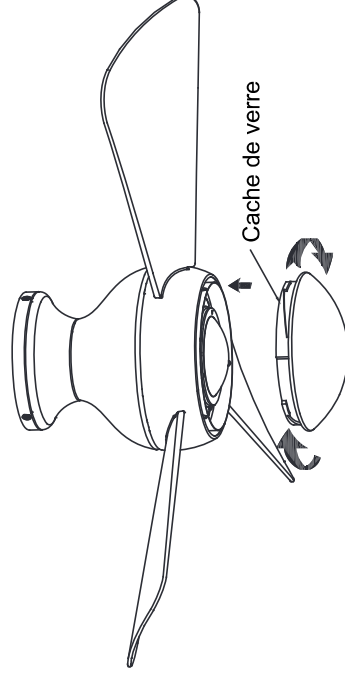

Fig. 16b
Étape 8. Fixer le cache de verre au boîtier d'interrupteur en le tournant dans le sens des aiguilles d'une montre. Ne pas trop serrer (**Fig. 16b**).